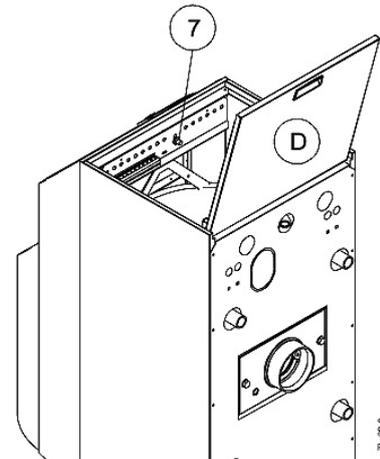

Fig. 22
12.13 In veiligheid gaan door onderbreking door de oververhittingsbeveiliging CV-water (fig. 22)
12.13 Mise en sécurité par coupure de la sécurité de surchauffe eau CC (fig. 22)